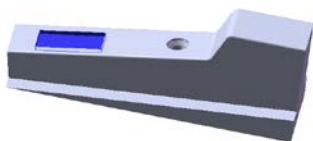
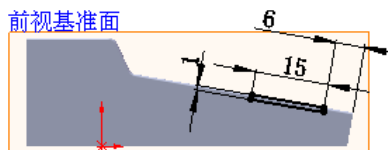

图 16.5.12 切除—拉伸 1
图 16.5.13 横断面草图
Step8. 创建图 16.5.12 所示的切除—拉伸 1。
(1) 选择命令。选择下拉菜单 **插入(I)** → **切除(C)** → **拉伸(E)...** 命令。
(2) 定义特征的横断面草图。
① 定义草图基准面。选取前视基准面作为草图基准面。
② 定义横断面草图。在草图环境中绘制图 16.5.13 所示的横断面草图。
(3) 定义切除深度属性。在“切除—拉伸”对话框 **方向 1** 区域的  下拉列表中选择 **两侧对称** 选项, 在  文本框中输入深度值 7.0。
(4) 单击对话框中的  按钮, 完成切除—拉伸 1 的创建。